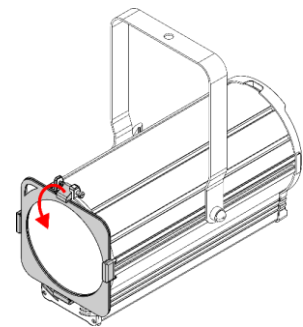

Fig. 13
- 04) Tirez le **clip pour cadre de couleur (02)** vers le bas pour libérer la **vis à ressort (01)** (voir fig. 13). Le cadre de couleur sera verrouillé en position.
- 05) Fixez le cadre de couleur à la structure de suspension à l'aide d'une fixation secondaire appropriée, par exemple un câble de sécurité. Passez le câble de sécurité dans l'**œillet de sécurité (18)** du cadre de couleur. Voir **4.3. Suspension** à la page 13 pour plus d'informations.